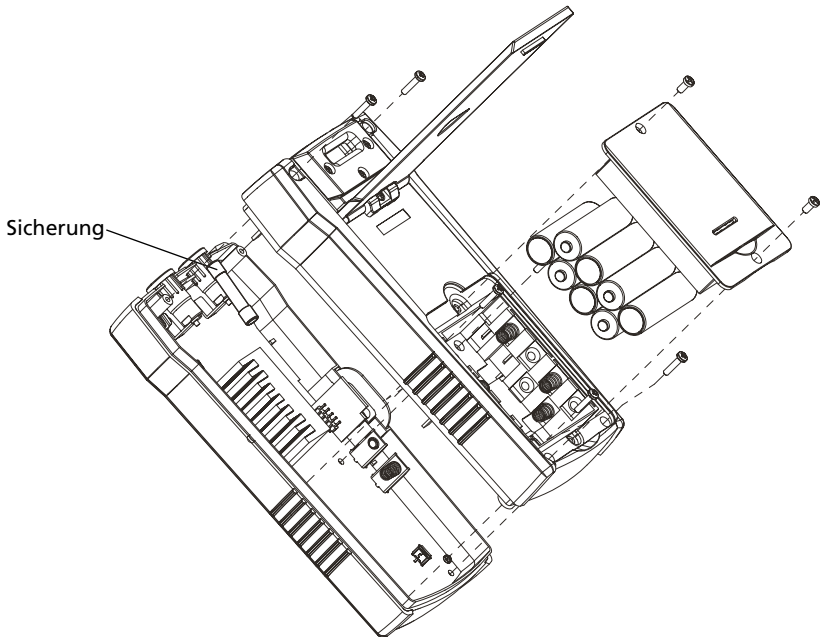

Abbildung 5.2: Sicherung des Sendes auswechseln
6. Entfernen Sie die hintere Abdeckung, indem Sie diese nach oben ziehen (Abbildung 5.2).